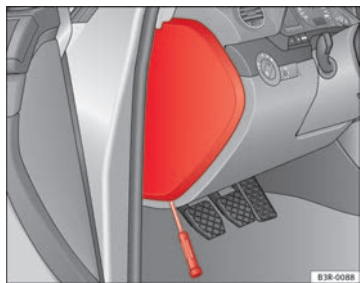

Abb. 199 Links in der Instrumententafel: Abdeckung des Sicherungskastens
- Zum Öffnen des Sicherungsdeckels ⇒ Abb. 199 einen Schraubendreher benutzen.